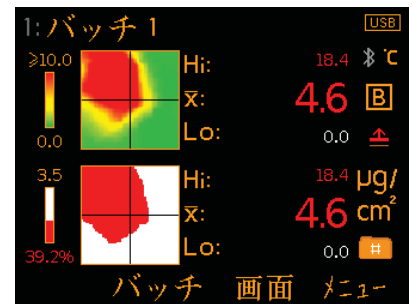

図8: 塩分密度マップと合格/不合格マップ
- 塩分密度マップ^a (図8) : 試験面全体の塩分濃度の等値線図を示します。等値線の帯の部分は緑から黄色、赤に徐々に変化しています。塩分濃度が低い部分は緑、中程度の部分は黄色、等値線図の値の範囲を超えている部分は赤になります。